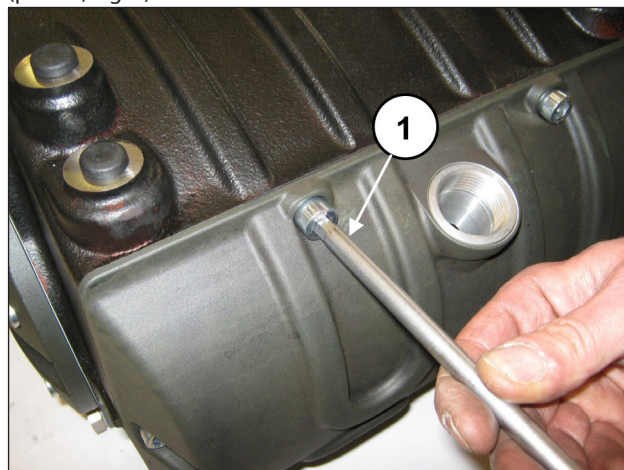

Fig. 2
Vaciar el aceite contenido en la bomba y desmontar la tapa del cárter (con la junta tórica) aflojando los 6 tornillos M10 (pos. ①, Fig. 2).